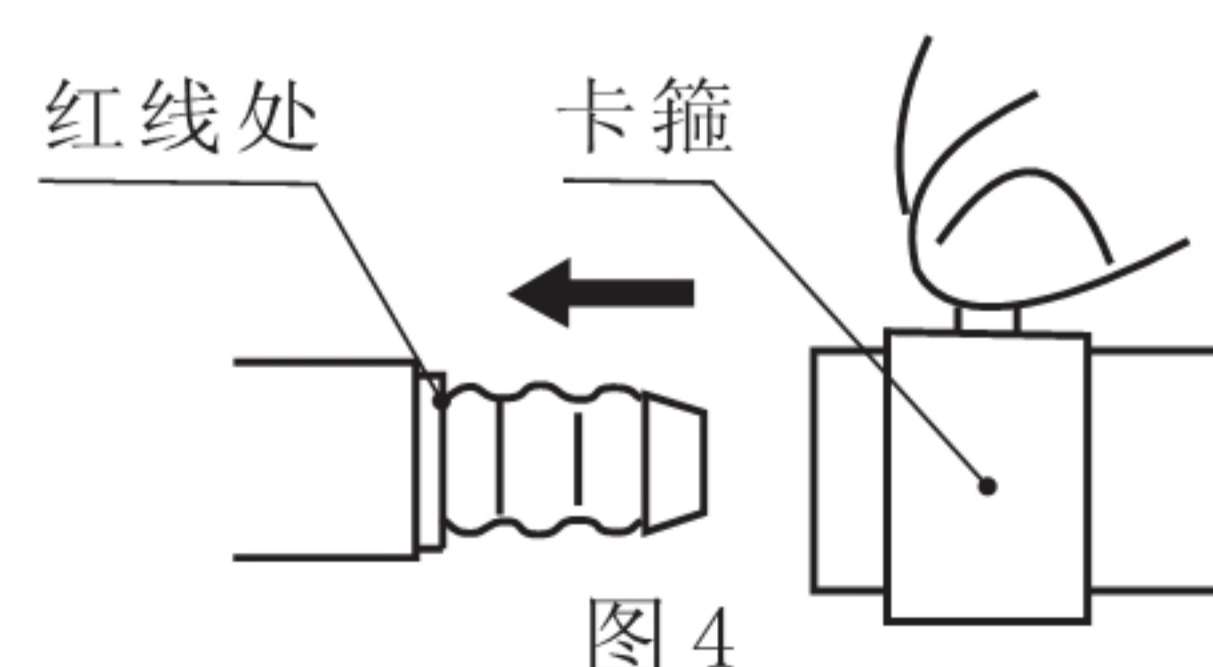

图4
- 1)使用胶管连接的灶具：清理干净进气口，套上燃气专用胶管至灶具燃气接头的环形槽红线处，并用卡箍夹紧（如图4所示）。